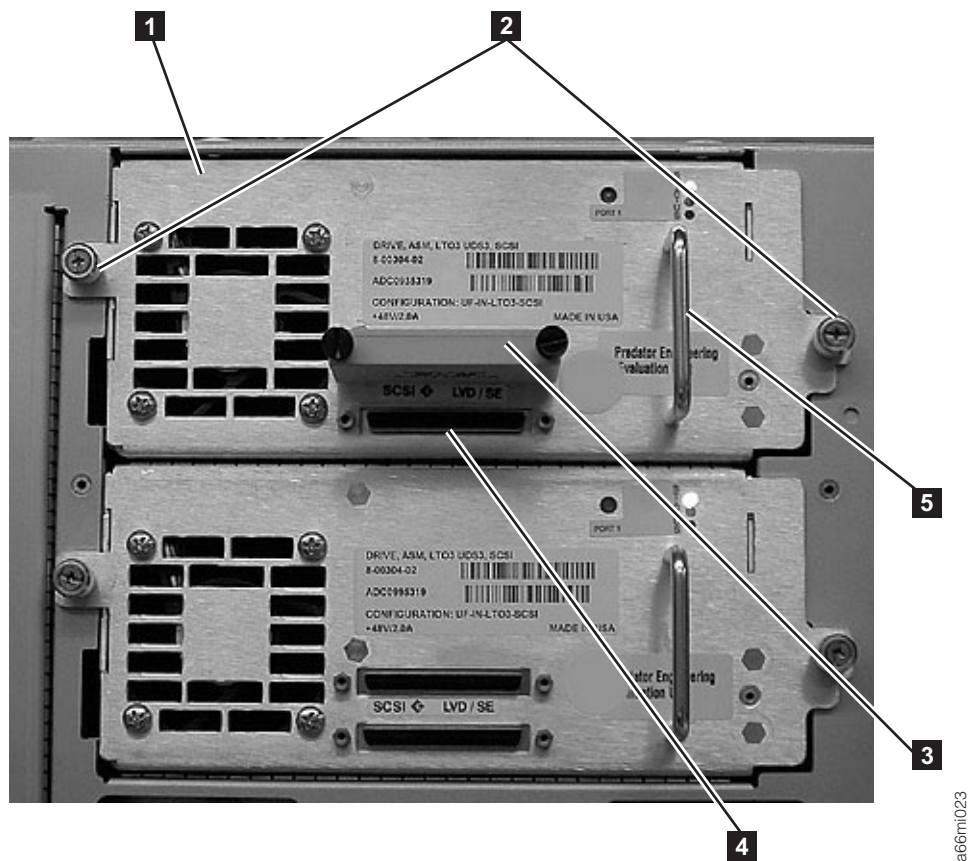

Рисунок 3-13. Лентопротяжное устройство (подробно)
2. Возьмитесь за ручку (5 в рис. 3-13) и медленно задвиньте салазки в ячейку, поддерживая их снизу.
3. Затяните по часовой стрелке два винта (2 в рис. 3-13), фиксирующие салазки.
- а. В салазки устройства SCSI нужно вставить кабель и заглушку. Затяните по часовой стрелке винты, фиксирующие кабель SCSI (**4** в рис. 3-13 на стр. 3-15 изображен разъем SCSI) и заглушку (**3** в рис. 3-13 на стр. 3-15).